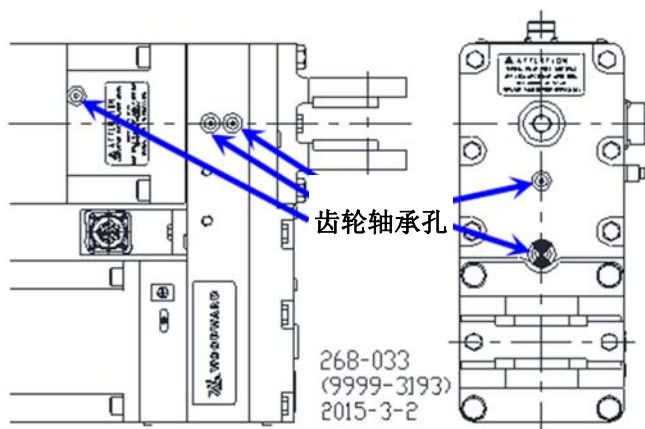

图 7-9. 齿轮/轴承检修孔
2. 使用 1/8 英寸六角扳手卸下轴承孔塞（图 7-9）。
4. 将润滑脂注射器的螺纹接头拧在轴承螺纹润滑孔上。必须充分拧紧到位（图 7-9）。
6. 将润滑脂注射器从轴承润滑孔上卸下，安装孔塞。以 2.5–3.2 牛米/22–28 磅.-英寸 的力矩拧紧（图 7-9）。